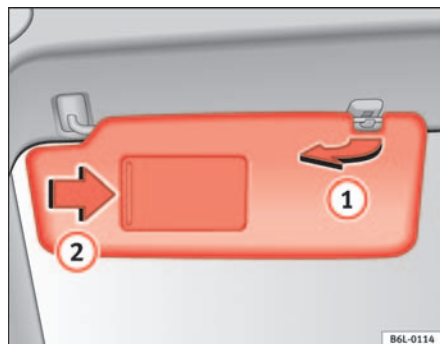

Abb. 63 Sonnenblende auf der Fahrerseite
Die Sonnenblenden für den Fahrer und Beifahrer können aus der Halterung in der Fahrzeugmitte herausgezogen und zu den Türen geschwenkt werden ⇒ Abb. 63 (1).